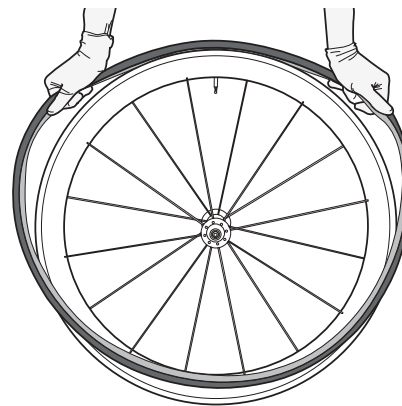

図 33.
6. タイヤのトレッドとサイドウォールをバルブの両側で手で掴み、押し下げながら、タイヤをリムに載せていきます(図33と34)。